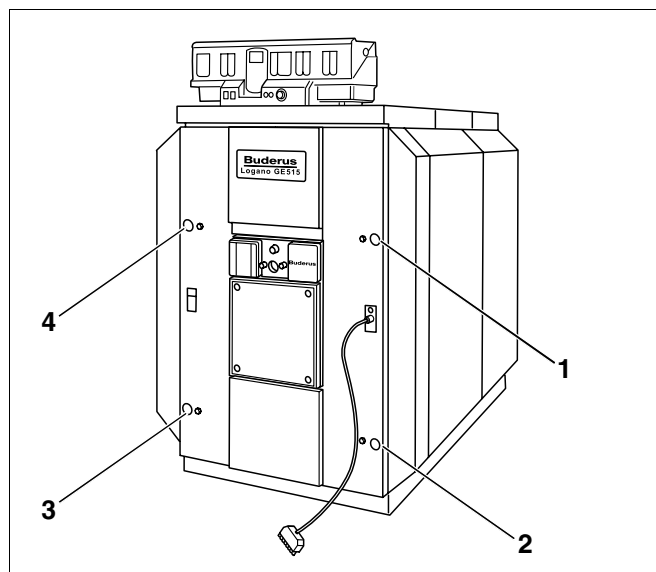

Fig. 71 Festing av brennerdøren
- Løsne de fire maskinskruene som fester brennerdøren til forelementet (Fig. 71, **Pos. 1 til 4**).